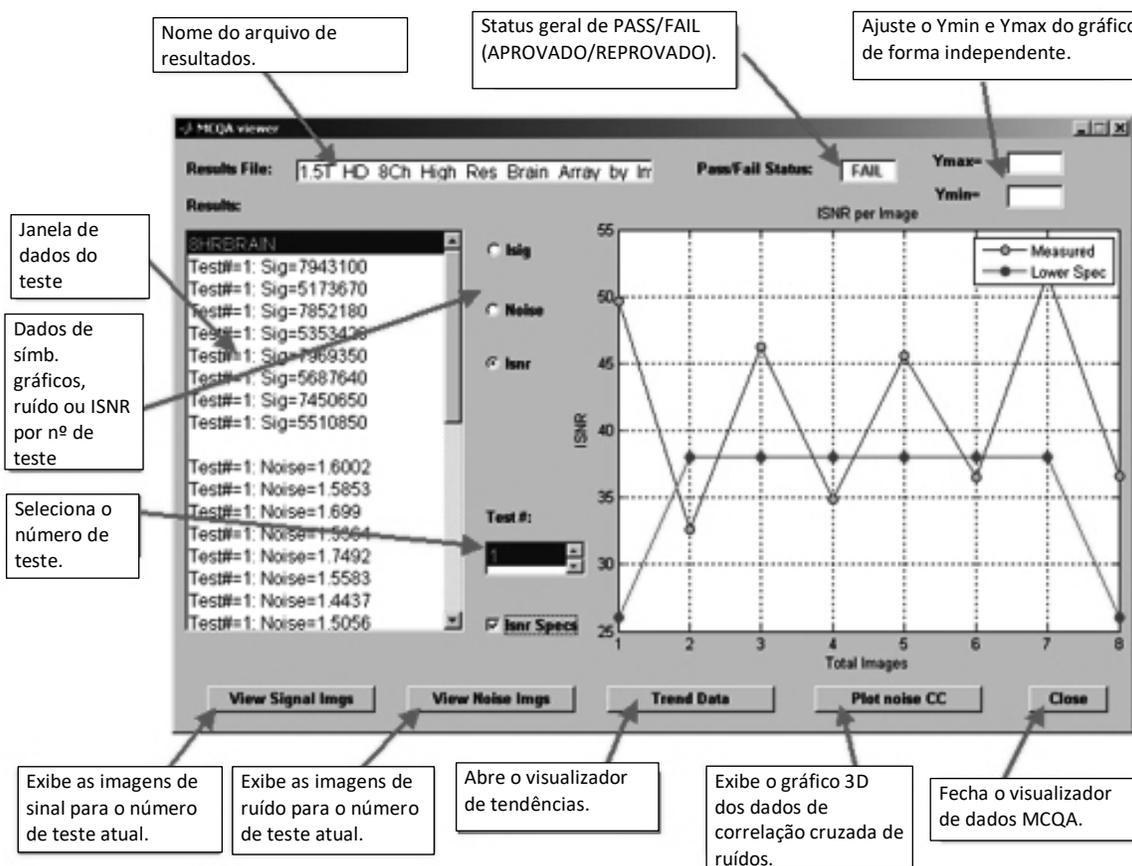

Figura 7
**Observação:** o Visualizador de Resultados será aberto como mostra a Figura 7. O nome do arquivo de resultados e os resultados de PASS/FAIL (Aprovado/Reprovado), exibidos na GUI da ferramenta, serão listados na parte superior do visualizador.